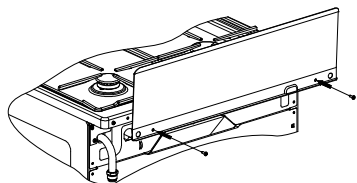

рис. 1
- Модели плит, не имеющие крышку стола, комплектуются щитком, который закрепляется перед установкой плиты (рис.1).
- **Установка щитка** на плиты моделей 1001, 1101. Установку щитка производить путем крепления к столу двумя винтами (см. рис. 1). Винты для крепления щитка находятся в пакете с комплектующими.